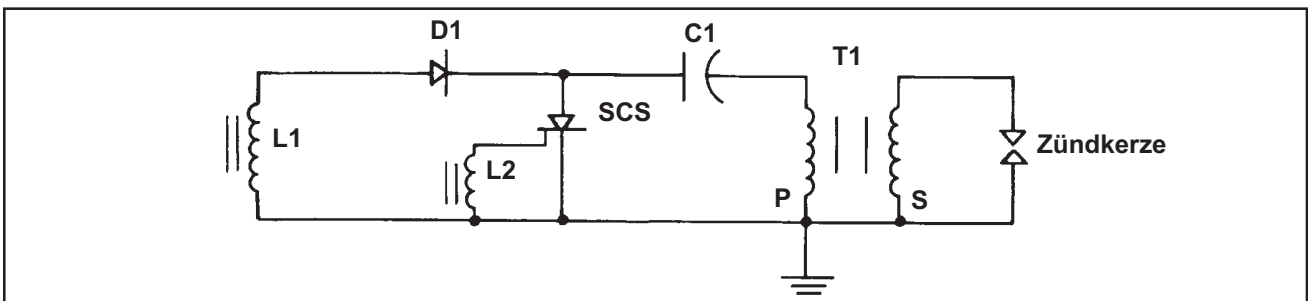
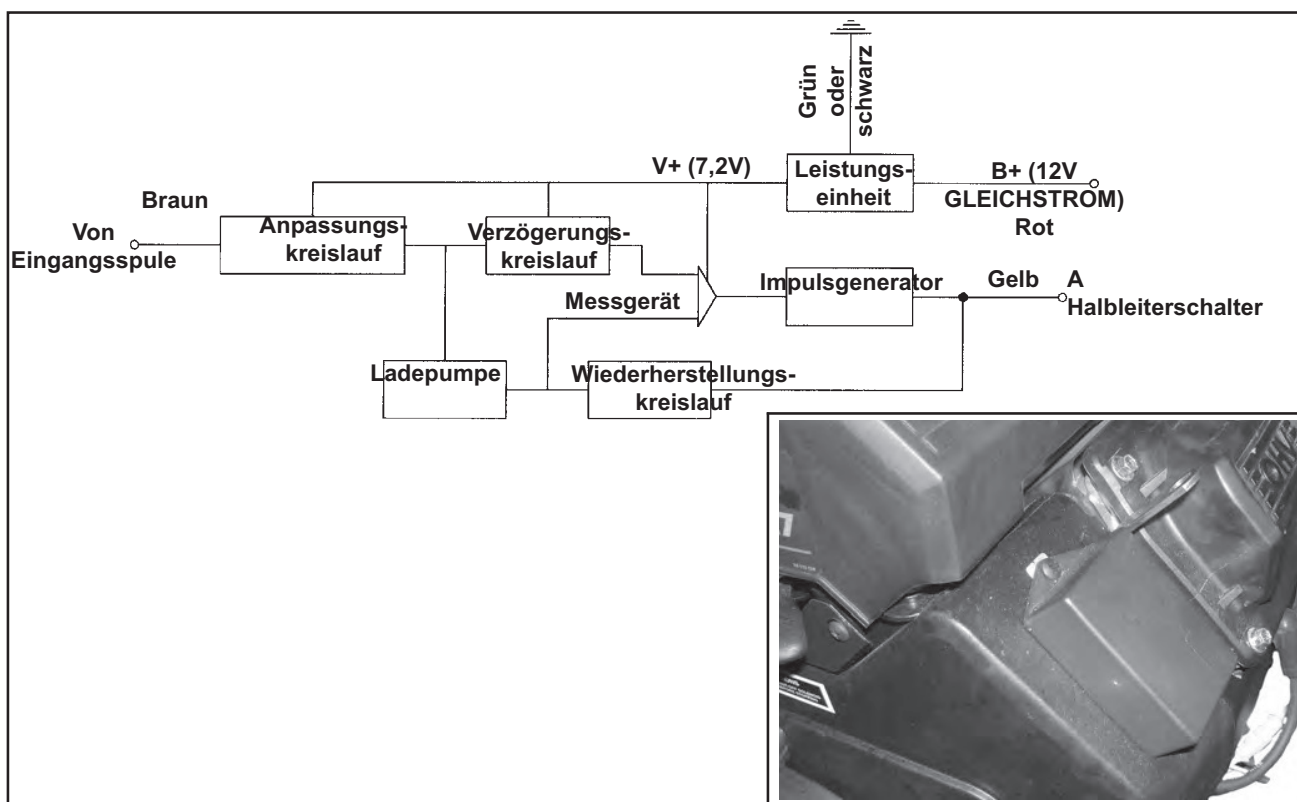

Abbildung 8-5. Schema Zündmodul mit kapazitiver Entladung.
Abbildung 8-7. Blockschaltbild – Zündverstellungsmodul.
- ein Zündverstellungsmodul, das an der Motorabdeckung befestigt ist (Abbildung 8-7).
Betrieb: Das Zündmodul dieser Anlage arbeitet im Prinzip wie das Modul mit festem Zeitpunkt. Nur der Aktivierungskreislauf für den Halbleiterschalter (L2, Abbildung 8-5) ist durch das Zündverstellungsmodul ersetzt (Abbildung 8-7).
Der von der Eingangsspule des Zündmoduls (L1, Abbildung 8-5) generierte Impuls wird zum Eingang des Anpassungskreislaufs geleitet. Der Anpassungskreislauf wandelt diesen Impuls in eine für die weiteren Schaltkreise verwertbare Form um. Der Impuls startet die Ladung der Pumpe und lädt den Kondensator linear auf. Dies wirkt sich wiederum direkt auf die Motorgeschwindigkeit aus. Gleichzeitig setzt der Impuls den Verzögerungskreislauf für die Länge der Impulsbreite zurück. Der Komparator ist während dieser Phase ausgeschaltet und es erfolgt kein Ausgang. Sobald der ursprüngliche Impuls auf Null zurückfällt, beginnt sich der Kondensator im Verzögerungskreislauf aufzuladen.
Wenn die Ladung am Verzögerungskondensator die Ladung am Ladepumpenkondensator übersteigt, verändert der Komparator seinen Status und aktiviert den Impulsgenerator. Der Impuls regt wiederum den Halbleiterschalter des CD-Zündmoduls an. Daraufhin wird die Energie zur Sekundärwicklung des Ausgangstransformators übertragen (T1, Abbildung 8-5). Der hier erzeugte Hochspannungsimpuls wird zur Zündkerze weitergeleitet, wo er am Elektrodenabstand der Zündkerze einen Lichtbogen verursacht und die Kraftstoff-Luft-Mischung in der Verbrennungskammer entzündet. Nach dem Auslösen des Aktivierungsimpulses werden alle angeschlossenen Schaltkreise zurückgesetzt und ihre Kondensatoren entladen. Je länger der Verzögerungskreislauf benötigt, um die Kondensatorspannung der Ladepumpe zu übersteigen, desto später wird der Aktivierungsimpuls auftreten und den Zündzeitpunkt entsprechend verzögern.